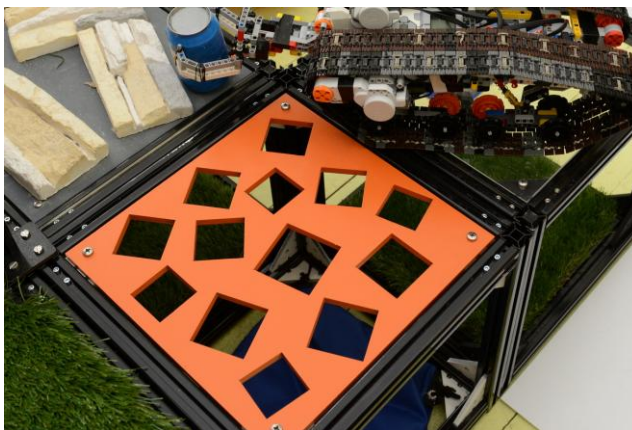

Рисунок 9 - «Решето»
- 1.5.8. **Решето** – участок представляющий собой фанерную площадку с прямоугольными отверстиями (рисунок 9). Габариты площадки 340x340x10.
- 1.5.9. **Наклонная поверхность** с углом наклона 30° , обитая поролоном. (рисунок 9).